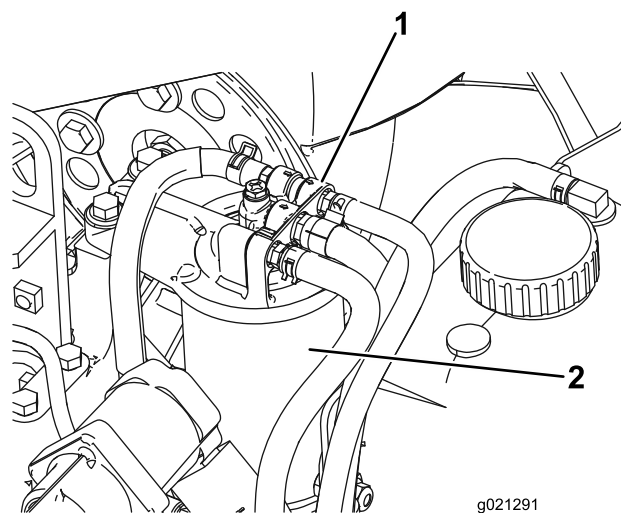

Figure 87
1. Nettoyez la surface autour de la tête du filtre à carburant (Figure 87).
2. Déposez le filtre et nettoyez la surface de montage de la tête du filtre (Figure 87).